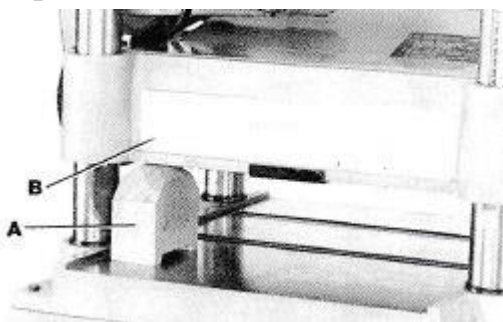

Рис. 35
2. Поместите измерительный блок (А), Рис. 35, на стол прямо под передним краем корпуса головки (В), как показано на рисунке. Опускайте корпус головки до тех пор, пока передний край корпуса головки (В) не коснется верхней части измерительного блока.